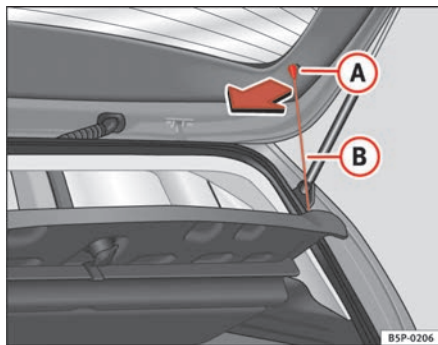

Abb. 123 Hutablage
- Hängen Sie die Streben ⇒ Abb. 123 (B) aus den Aufnahmen (A) aus.